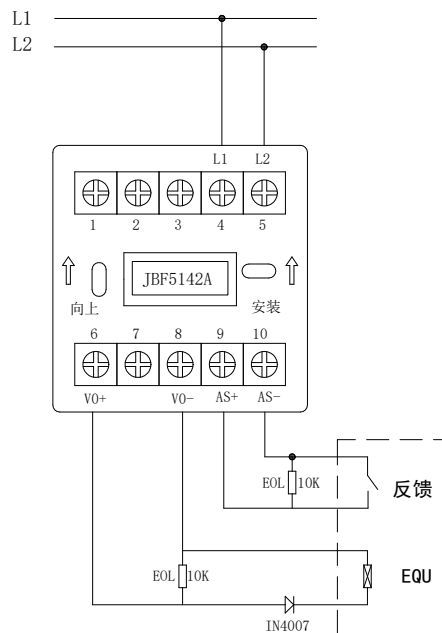

图 3 接线示意图
- ◆ 连接在 AS+和 AS-上的监视设备的动合端必须并联 10K Ω 终端电阻。见图 3。
- ◆ VO+（端子 6）、VO-（端子 8）：接被控设备。模块启动后 VO+（端子 6）和 VO-（端子 8）可以脉冲输出或持续输出。见图 3。